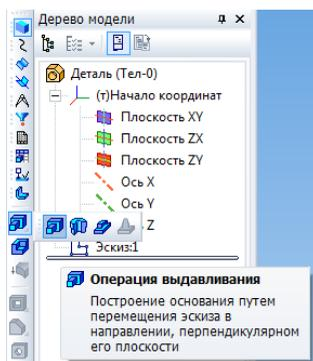

Рис. 2.4. Выбор кнопки **Операция выдавливания**
3. Необходимо в вкладке *Редактирование детали*  выбрать кнопку *Операция выдавливания* как на рис. 2.4